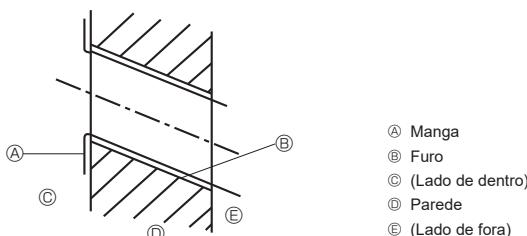

Fig. 3-3
- (B) Unidade interior
- (C) Furo do tubo posterior inferior esquerdo (ø75-ø80)
- (D) Furo do tubo posterior inferior direito (ø75-ø80)
- (E) Furo separador para a abertura esquerda traseira (75 × 480)
- (F) Furo do parafuso (4-ø9)
- (G) Furo de medição do centro (ø2,5)
- (H) Furo rosco (75-ø5,1)
- (I) Centro do furo
- (J) Alinhar a escala com a linha.
- (K) Inserir a escala.
3.2.2. Perfuração do furo para a tubagem (Fig. 3-3)